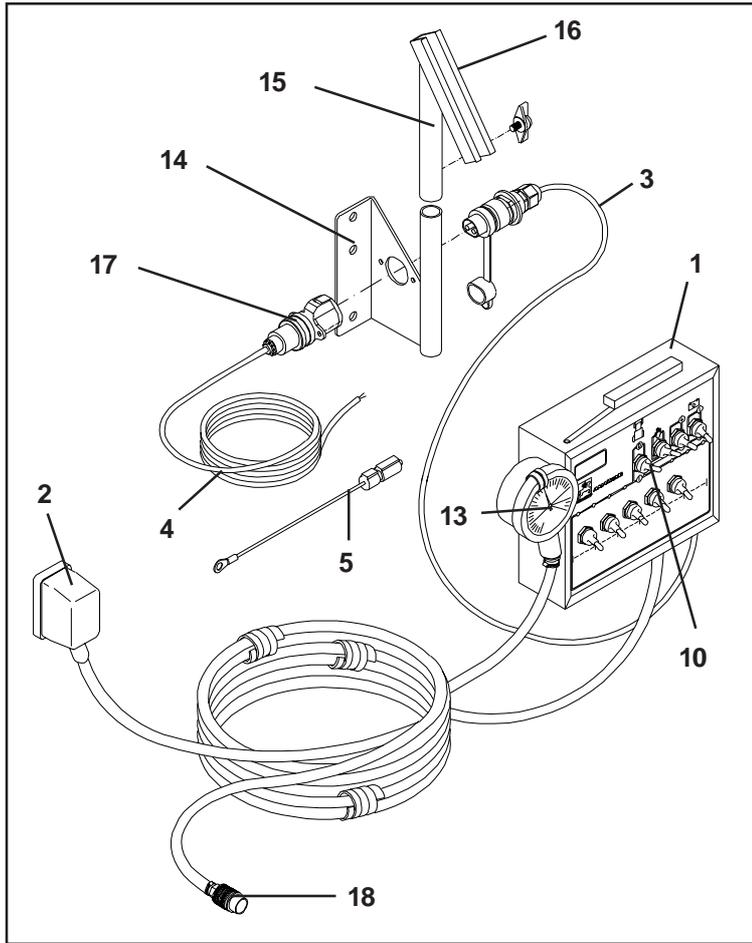

Рис. 8.4
- 3-х контактный разъем (рис. 8.4/17) крепится к основной консоле (рис.8.4/14).
Коробки переключений вставляются в пазы на основной консоле (рис.8.4/14) и фиксируются крепежными винтами.
При соединении следующих штеккерных разъемов выключатель (рис.8.4/6) сети электропитания коробки переключений должен находиться в положении "0" (ВЫКЛ.).
- Кабель электропитания (рис.8.4/3) соединяется с помощью штеккерного разъема (рис. 8.4/17) с аккумуляторной батареей.
- Приборный штеккер (рис.8.4/2) соединяется с приборной втулкой (рис.8.4/4) арматуры управления.
- Манометр (рис. 8.4/ 13) с помощью быстрого соединения (рис. 8.4/18) подключается к блоку управления давлением (рис.8.3/10) арматуры управления.
2. Неисправность : не приводится в действие от выключателя (рис. 8.4/10) центральная секция распылительных штанг.